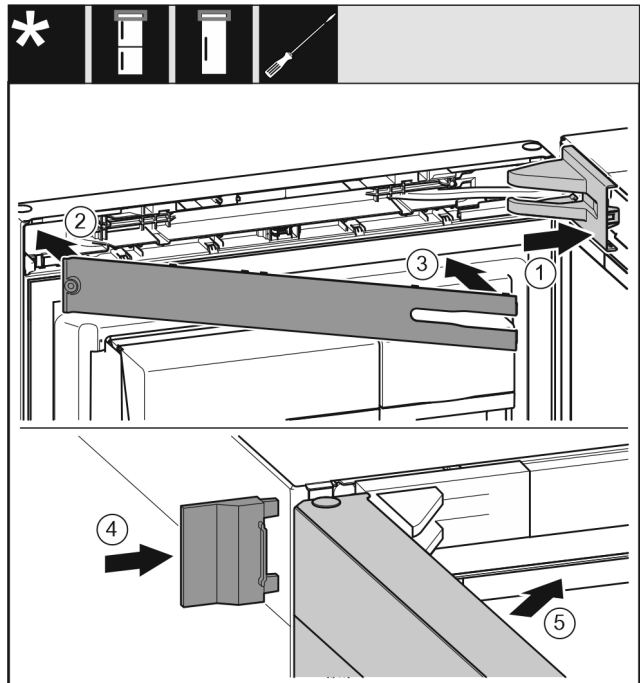

Fig. 73
- ▶ Lagerbockabdeckung Fig. 73 (1) aufsetzen und einrasten, ggf. vorsichtig auseinanderdrücken.
- ▶ Blende Fig. 73 (2) aufsetzen.
- ▶ Blende Fig. 73 (3) einschwenken und einrasten.
- ▶ Äußere Abdeckung Fig. 73 (4) aufschieben.
- ▶ Obere Tür Fig. 73 (5) schließen.